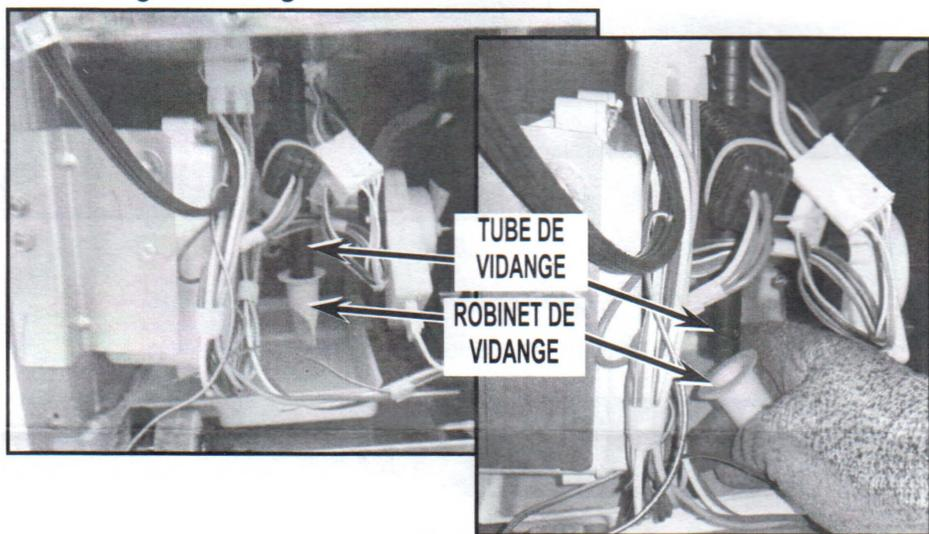

FIGURE 1
- Enlever et remplacer le robinet de vidange sans effectuer de modifications. Voir la *Figure 1*.
- Le cas échéant, enlever et jeter l'entonnoir de collecte existant et le robinet de vidange du conduit d'évacuation et le mettre de côté. Voir la *Figure 1*.